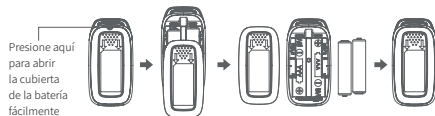

Figura 4
1. Abra la cubierta de la batería de acuerdo con la dirección de la flecha en la cubierta, tal como se muestra en la Figura 4.
2. Coloque 2 baterías AAA en el compartimento y asegúrese de que las coloca correctamente, tal como se muestra en la Figura 4.